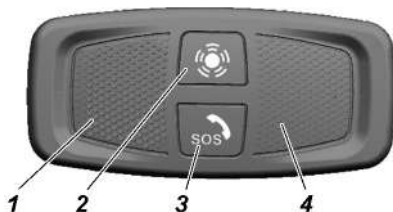

Рис. 3.60. Блок интерфейса пользователя:
- блок интерфейса пользователя (БИП) с кнопкой «SOS» 3 (рис. 3.60);